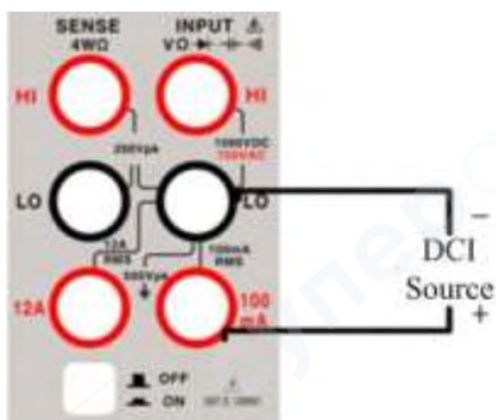
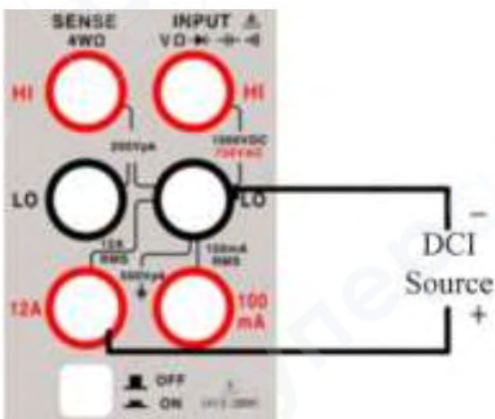

Рисунок 2.2.1 Метод подключения тестовых разъемов для низкого тока
Рисунок 2.2.2 Метод подключения тестовых разъемов для высокого тока
2. Выберите подходящие разъемы в зависимости от уровня измерения. Для тока до 200mA включительно используйте рисунок 2.2.1, и подключите красный и черный измерительные провода к соответствующим входным разъемам. Для тока от 200mA до 10A используйте рисунок 2.2.2.